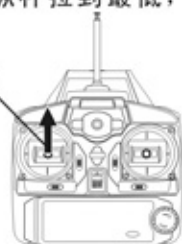

图1
2. 先将遥控器的天线全部拉出，上升/下降操纵杆拉到最低后，打开遥控器电源开关，此时遥控器的状态指示灯低速闪烁；然后，向上推动上升/下降操纵杆到最顶，使遥控器的状态指示灯高速闪烁，见图1。再将上升/下降操纵杆拉到最低，见图2，遥控器的状态指示灯为常亮，表示遥控器已进入预备飞行状态。